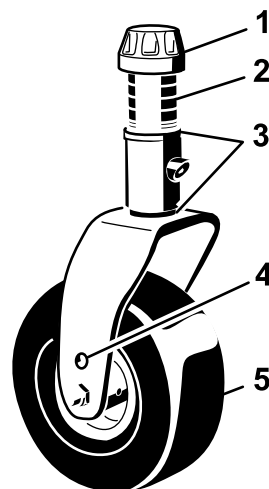
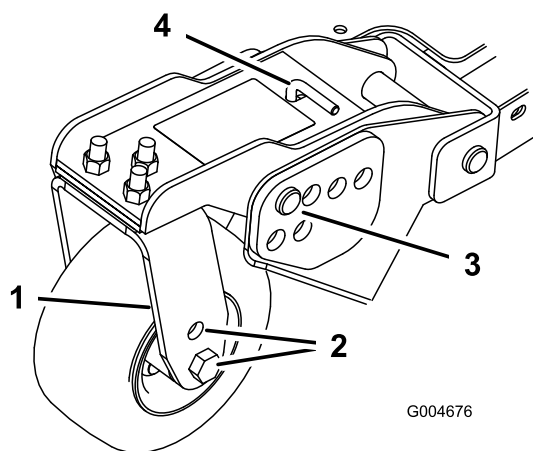
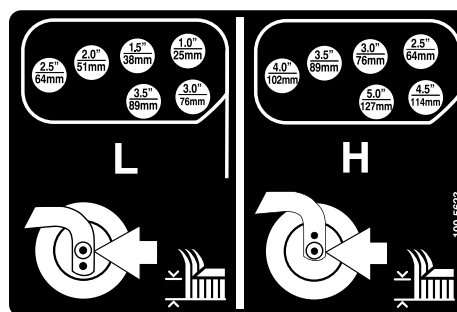

Figura 21
Figura 23
Figura 24
- Posizionate gli assali delle ruote orientabili negli stessi fori di tutte le forcelle (Figura 21 e Figura 23).
- Togliete il cappuccio di tensione dall'asse del perno ed estraete il perno dal braccio della ruota orientabile (Figura 21).
- Togliete la coppiglia ed i perni con testa dai bracci di rotazione delle ruote orientabili (Figura 23).
- Girate il tenditore per alzare o abbassare il braccio di rotazione finché i fori non sono allineati con i fori della staffa dell'altezza di taglio selezionati, nel telaio del piatto di taglio (Figura 23 e Figura 24).